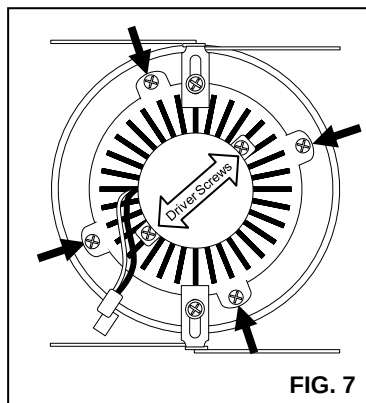

FIG. 7
4. Quite los TORNILLOS DE CONDUCTOR y separar el viejo CONTROLADOR del DISIPADOR DE CALOR. **(FIG. 7)**
7. Inserte el nuevo CABLE CONECTOR del CONTROLADOR LED en el BLOQUE DE TERMINALES. **(Fig. 7)**